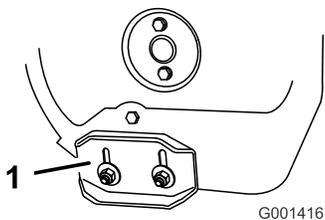

Bild 41
3. Lösen Sie die Muttern, mit denen beide Kufen an den Seitenplatten des Räumwerks befestigt sind, bis sich die Kufen leicht nach oben und unten verschieben lassen (Bild 41).